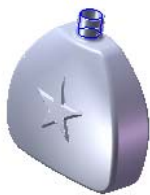
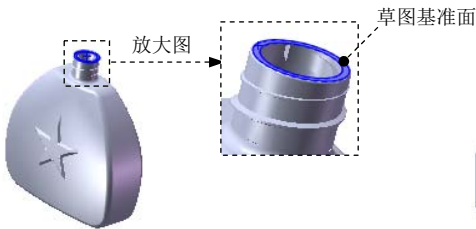
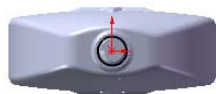

图 3.30.34 切除-拉伸 3
图 3.30.35 草图基准面
图 3.30.36 横断面草图
Step30. 创建图 3.30.34 所示的零件特征——切除-拉伸 3。选取图 3.30.35 所示的模型表面为草图基准面，绘制图 3.30.36 所示的横断面草图；在 **方向 1** 区域的下拉列表中选择 **给定深度** 选项，输入深度值 30.0，在 **方向 2** 区域的下拉列表中选择 **完全贯穿** 选项；单击对话框中的  按钮，完成切除-拉伸 3 的创建。